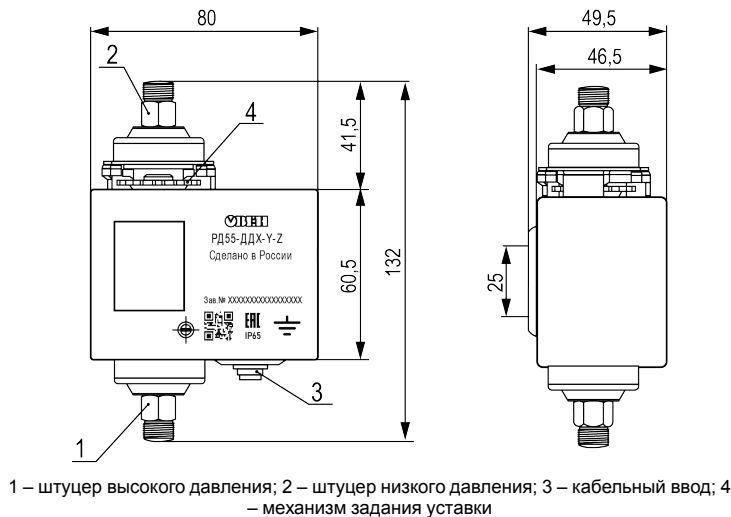

Рисунок 5.1 – Габаритные и присоединительные размеры прибора
| Габаритные и присоединительные размеры                                |                                   |                        | см. рисунок 5.1                                                                  |                   |                   |
- вращением настроечного колесика (поз. 4 рисунок 5.1) задать значение уставки;
При установке прибора следует соблюдать правильность присоединений к контролируемой среде: более высокое давление подводится к штуцеру обозначенному буквой «Н» (поз. 1 рисунок 5.1).